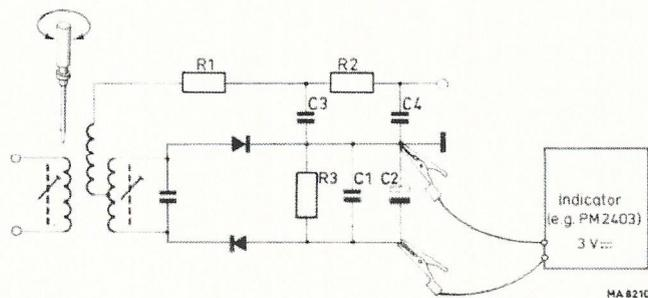

Fig. 13. Contrôle et réglage de la courbe passe-bande du détecteur de rapport dans un récepteur FM
- Régler le noyau du circuit primaire (Fig. 13) du détecteur de rapport sur déflexion maximale de l'indicateur.
Régler le noyau du circuit secondaire sur déflexion minimale de l'indicateur, lequel est connecté conformément à la figure 13. Répéter le réglage.